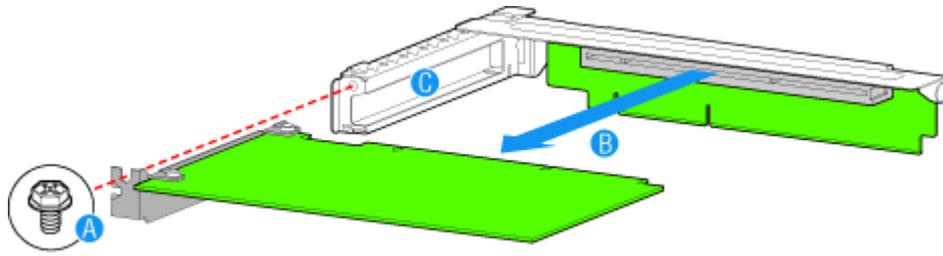

Figure 149: Retrait d'une carte d'extension pleine hauteur
5. Retirez la vis à l'arrière l'ensemble riser. Reportez-vous à la lettre “A” dans Figure 149.
6. Retirez la carte d'extension du connecteur de l'ensemble riser en tirant dessus. Reportez-vous à la lettre “B” dans Figure 149.
7. Installez un panneau de protection sur l'orifice à l'arrière de l'ensemble riser. Reportez-vous à la lettre "C" dans Figure 149.
8. Réinstallez la vis que vous avez retirée à l'étape 5. Reportez-vous à la lettre "A" dans Figure 149.